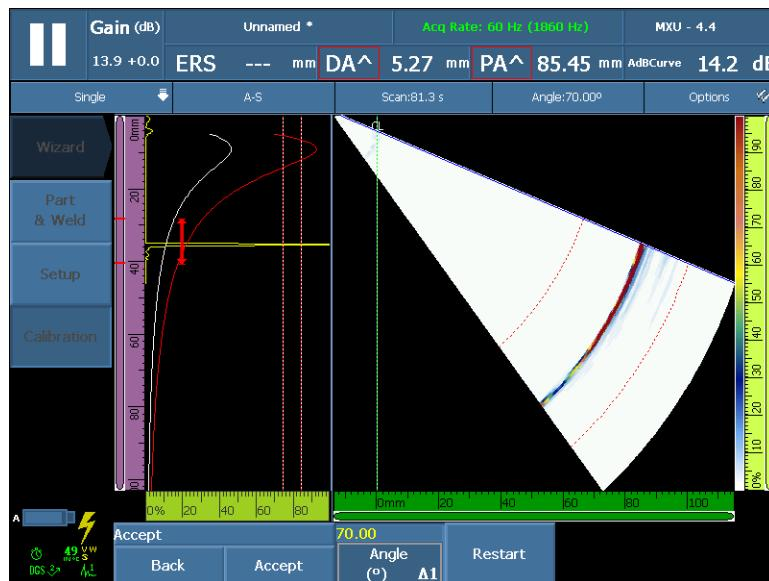

Рис. 5-23 Кривые DGS (АРД-диаграммы)
- Как показано на Рис. 5-23 на стр. 153, главная (красная) и сигнальная (белая) кривые АРД появляются на **A-скане**. В верхней части экрана отображаются значения **ERSERS** (эквивалентный размер отражателя)